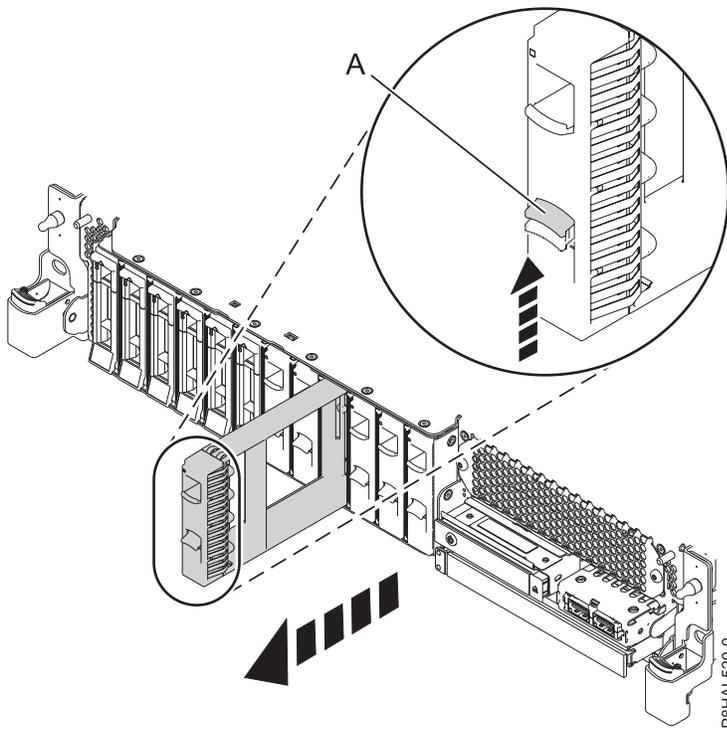

Figure 22. Retrait d'un obturateur d'unité de disque d'un système à fonction de base
- a. Appuyez sur le verrou (A) situé sur la poignée de l'obturateur dans la direction indiquée à la figure 22.